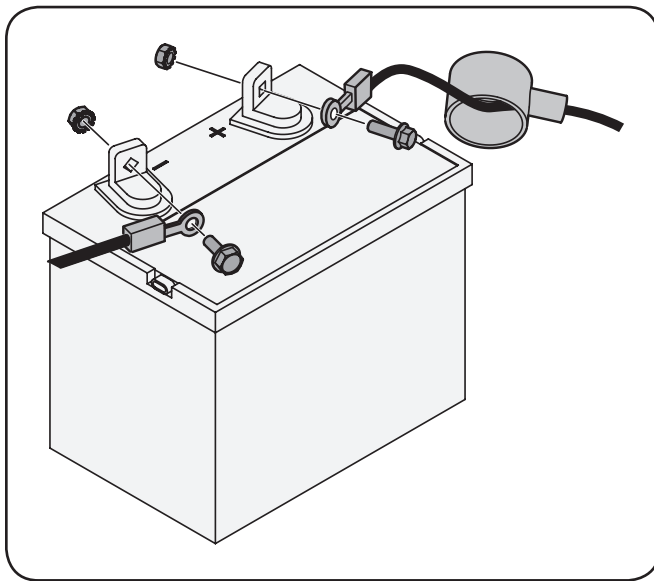

Figura 3-9
1. Retire la cubierta plástica, si es que está presente, del borne positivo de la batería y una el cable rojo al borne positivo de la batería (+) utilizando el perno y la tuerca hexagonal. Consulte la Figura 3-9.
2. Retire la cubierta plástica, si es que está presente, del borne negativo de la batería y una el cable negro al borne negativo de la batería (-) utilizando el perno y la tuerca hexagonal. Consulte la Figura 3-9.